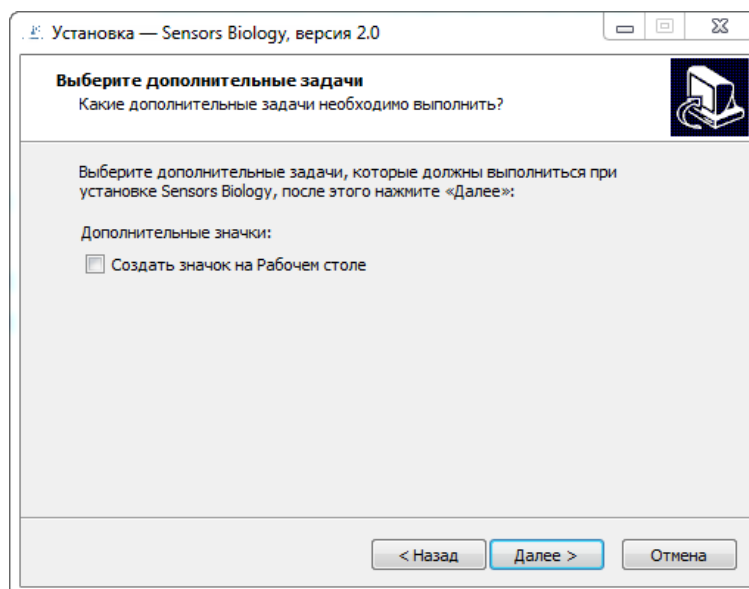

Рисунок 2.3
2.3.3.4 В открывшемся диалоговом окне выберите, какие дополнительные задачи необходимо выполнить (рисунок 2.3).